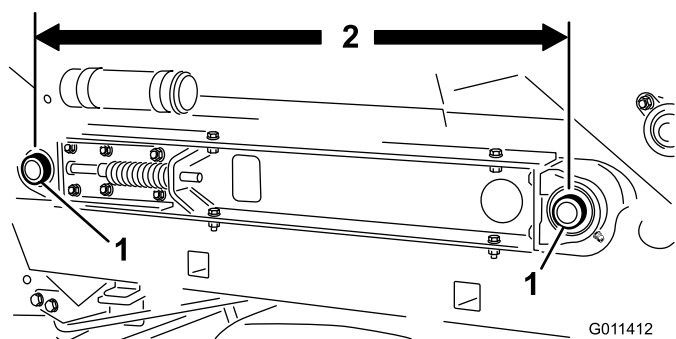

Figura 27
3. Certifique-se de que a distância central entre os veios dos rolos da correia transportadora (Figura 27), em cada lado da máquina, estão a distância igual (aproximadamente 89,5 cm).